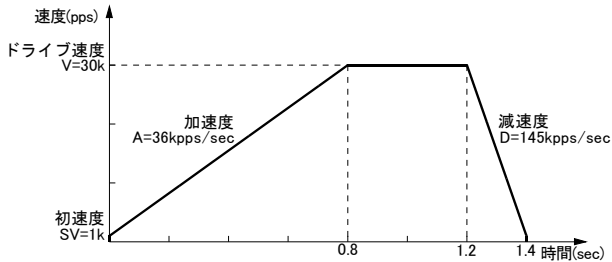
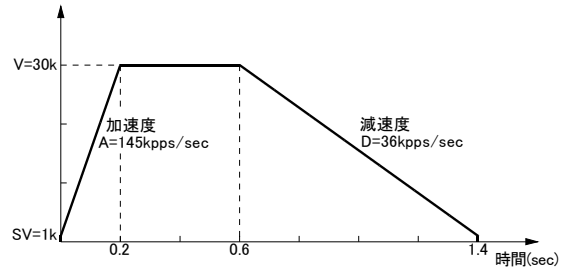

図2.10 非対称直線加減速ドライブ（加速度<減速度）
図2.11 非対称直線加減速ドライブ（加速度>減速度）
本ICは、このように加速度と減速度の異なる非対称直線加減速の定量ドライブにおいても自動減速させることができます。あらかじめ計算によってマニュアル減速点を設定しておく必要はありません。図2.10は、加速度より減速度が大きい例、図2.11は減速度より加速度が大きい例ですが、このような非対称の直線加減速においても、出力パルス数Pと、各速度パラメータ値から減速開始点をIC内部で算出します。
- 加速度>減速度（図2.11）の場合、加速度と減速度の比率に次のような条件があります。また、この場合はドライブ速度を2MPPS以下で使用してください。
- 加速度>減速度（図2.11）の場合、加速度Aと減速度Dの比率が大きくなればなるほど引きずりパルスが多くなります（A/D=10倍で最大10パルス程度）。引きずりパルスが問題になる場合には、①初速度を上げる、②加速カウンタオフセットにマイナス値をセットする、等で対処します。